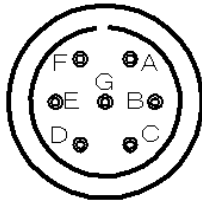

図4
4.2 先端コネクタの結線は以下の通りです (図4 参照)。